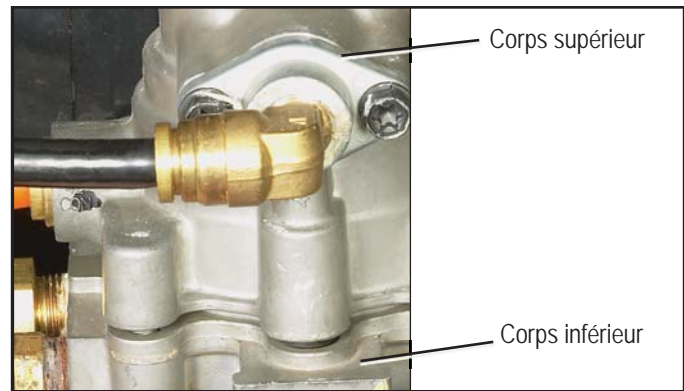

Figure 9 - MISE EN PLACE DU CORPS SUPÉRIEUR ET DU CORPS INFÉRIEUR
2. Tel qu'illustré aux Figures 9 et 10, alignez le corps inférieur de la soupape avec le corps supérieur. Poussez les deux moitiés de corps l'un vers l'autre. Insérez tout d'abord deux des quatre vis (resserrez avec les doigts) dans les trous d'assemblage du corps inférieur situés le plus près du port d'alimentation. Cette procédure favorisera l'alignement. Une vis additionnelle a été incluse dans la trousse pour remplacer une vis qui aurait été égarée au cours de l'installation.